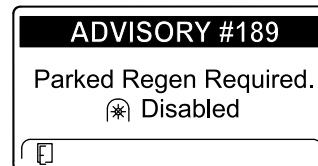

Figura 55
- Se não efetuar uma regeneração em estacionamento dentro de 2 horas, o InfoCenter indica que é necessária uma regeneração em estacionamento – tomada de força desativada AVISO N.º 189 (Figura 55).